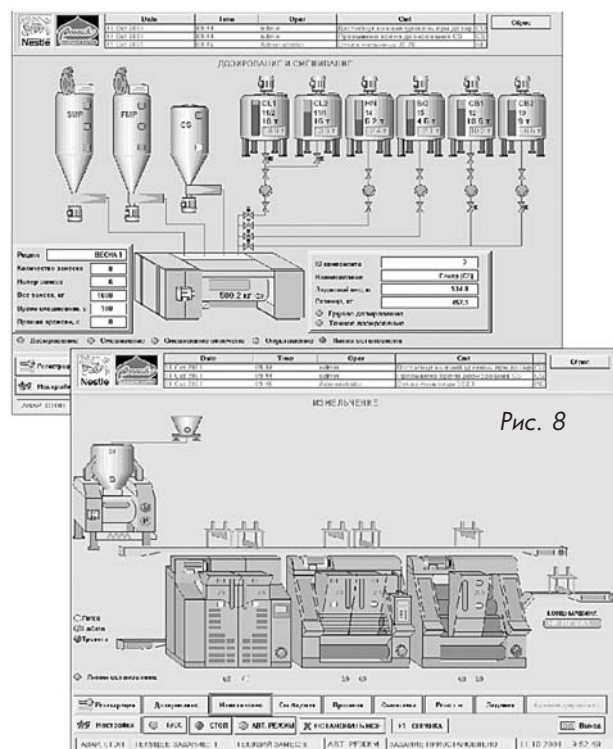

Рис. 8
- разработка ПО для управления процессом на контроллере Allen-Bradley ControlLogix в пакете проектирования RSLogix 5000 (рис. 8);